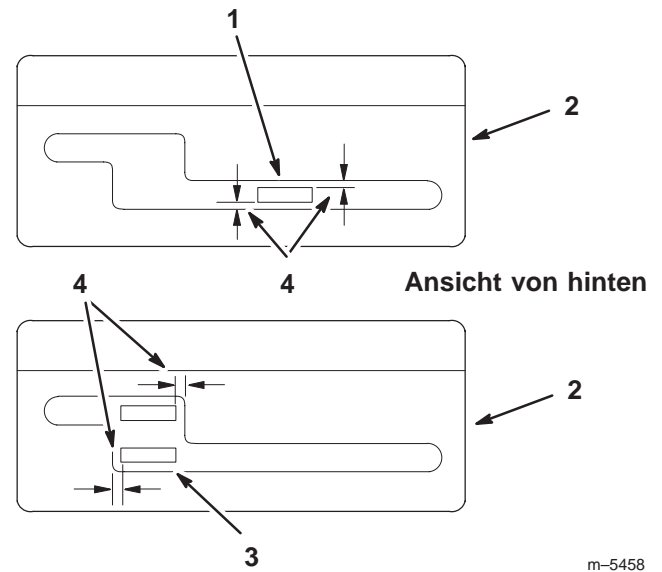

Bild 5
4. Legen Sie den 2. Gang ein und kontrollieren Sie die Flucht des Hebels im Schlitz der Schalttafel. Der Abstand zwischen Ober- und Unterseite des Schalthebels muss gleich sein (Bild 5).
6. Schalten Sie auf Neutral und kontrollieren die Flucht des Hebels im Schlitz der Schalttafel. Der Abstand an den Seiten des Schalthebels muss gleich sein (Bild 5).